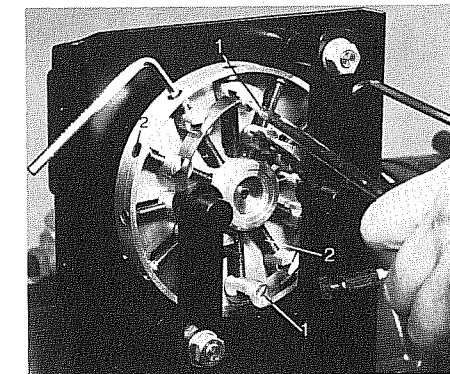

Abb. 42
Die Leistungsregulierung Teillast/Volllast erfolgt an der durch die Kurvenscheibe des Verbundreglers gesteuerten Drosselklappe. Zur Änderung des Drosselklappen-Stellweges muß der Verlauf der Kurvenscheibe (Abb. 42) wie folgt geändert werden:
- Endklemmschraube (Abb. 42 Pos. 1) lösen
- Verlauf des Kurvenbandes durch Drehen der Stellschrauben (Abb. 42 Pos. 2) ändern
- Endklemmschraube lösen (Abb. 42 Pos. 1)